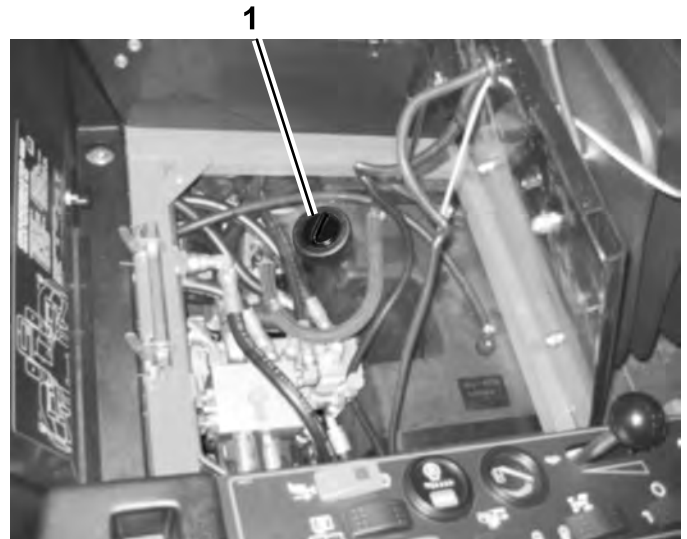

Figura 68
3. Llene el depósito (Figura 68) con aproximadamente 30 l de aceite hidráulico; consulte Comprobación del aceite hidráulico.